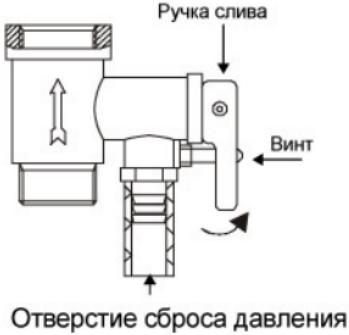

рис. 3
- открутить винт обратного предохранительного клапана и перевести ручку в верхнее положение, из отводной трубы нагревателя должна потечь вода. (см. рис. 3)
выхода горячей воды должен быть открыт, а кран подачи холодной воды в водонагреватель должен быть перекрыт) (смотри Рис. 3).